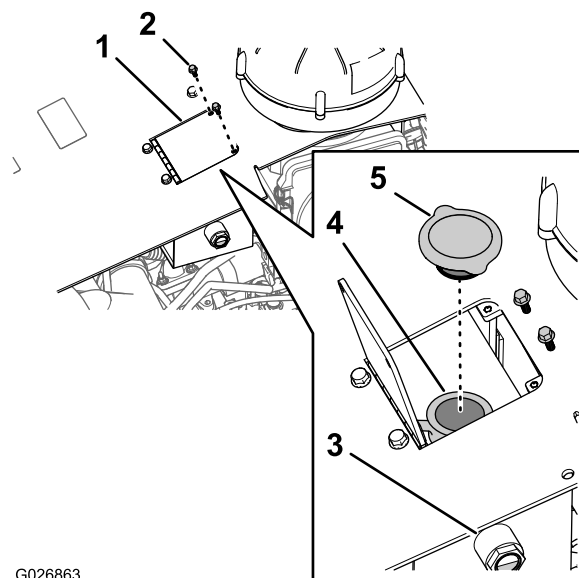
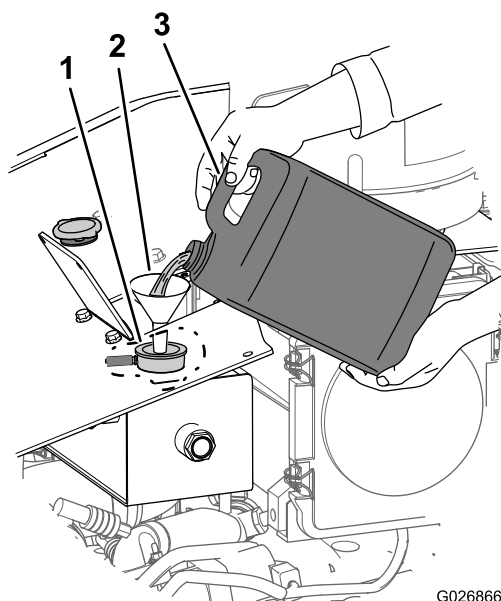

Figura 103
Figura 110
4. Verifique o nível de líquido de arrefecimento pelo visor de nível na lateral do tanque de equilíbrio de pressão (Figura 103).
- A. Remova os 2 parafusos sextavados de fixação da porta do reservatório ao capô da máquina, e abra a porta do reservatório (Figura 103).
- B. Remova a tampa do reservatório de recuperação e adicione líquido de arrefecimento até o nível atingir o ponto intermediário do visor de nível (Figura 103).
2. Remova os 2 parafusos sextavados de fixação da porta do reservatório ao capô, e abra a porta (Figura 103).
3. Remova a tampa do tanque de recuperação (Figura 103).
1. Remova a tampa do radiador do tanque de recuperação (Figura 103).
2. Encha o sistema de arrefecimento com a mistura de arrefecimento especificada (Figura 110) até que o nível de fluido esteja até ao ponto intermediário no visor de nível (Figura 103).